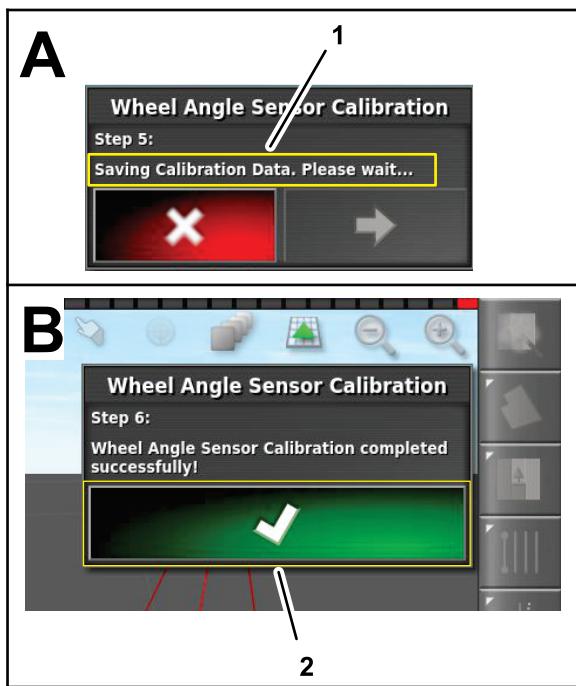

Bild 165
9. Warten Sie bei Schritt 5, bis die Kalibrierung des Radwinkelsensors gespeichert ist, und drücken Sie das Symbol für den nächsten Schritt (Bild 165).
10. Drücken Sie bei Schritt 6 auf das Bestätigen-Symbol (Bild 165).